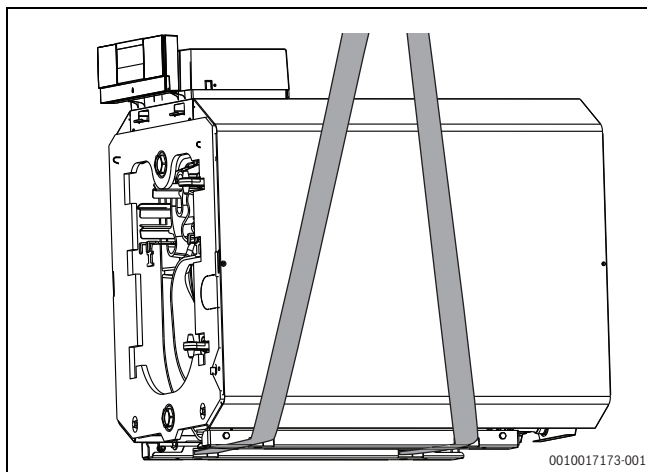

Bild 12 Anheben mit Krangeschirr durch die Bodenschiene (60 kW)
- Krangeschirr (Rundschlingen) durch die Bodenschiene führen (→ Bild 12).